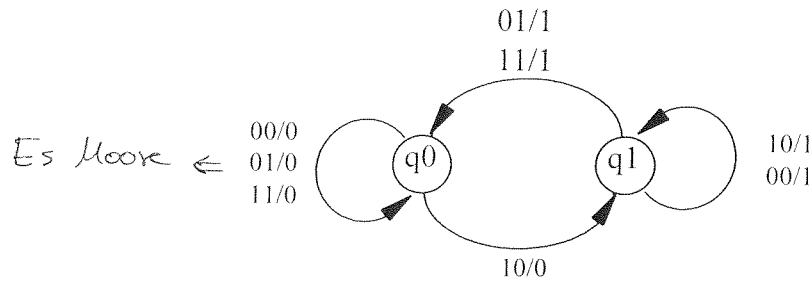

Figura 2. Grafo del circuito a realizar.
B) Realice el circuito secuencial simplificado que corresponde con el funcionamiento representado en el grafo de la figura 2, utilizando biestables D y cualquier tipo de puertas. (1,8 puntos)